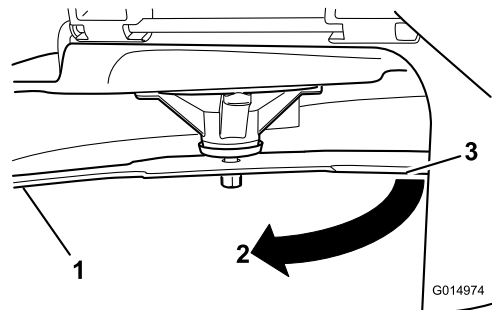

Figure 57
4. Tournez la même lame de 180 degrés pour amener l'autre tranchant à la même position (Figure 57).